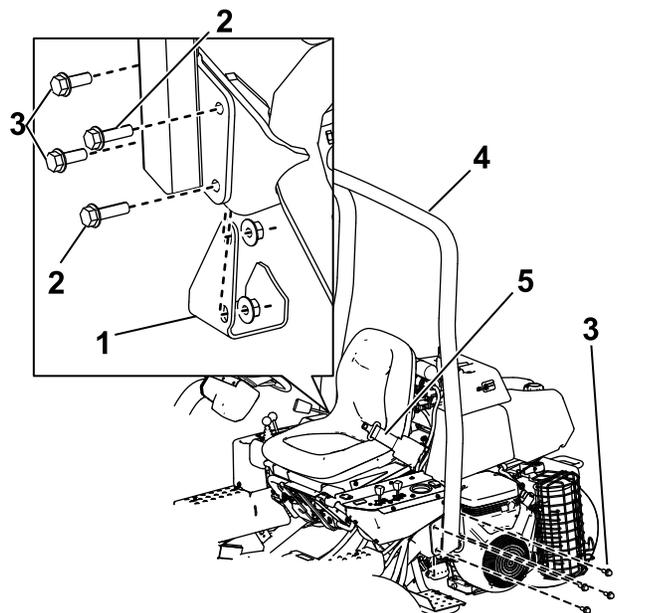

図6
2. ROPS バー図6を、取り付けブラケットにセットして取り付け穴をそろえる。
3. ROPSの左側を取り付けブラケットに固定するボルト $\frac{1}{2}$ " x  $1\frac{1}{2}$ "4本とロックナットを使用する図6。
5. ROPSバーの右側、および先ほど取り外したジャッキパッドを、取り付けブラケットに固定するボルト $\frac{1}{2}$ " x  $1\frac{1}{2}$ "2本、ボルト $\frac{1}{2}$ " x  $1\frac{3}{4}$ "2本、ロックナットを使用し、図6に示すように取り付ける。